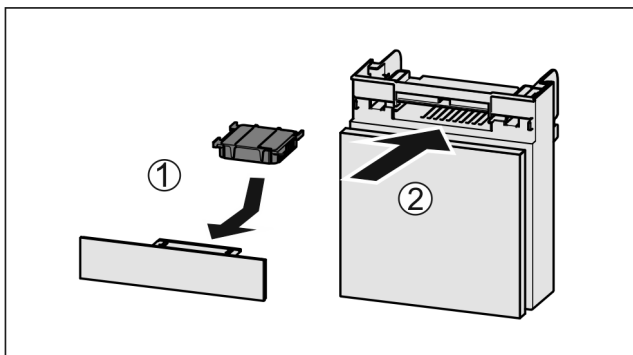

Fig. 171
- ▶ Filtr s aktivním uhlím vložte podle vyobrazení Fig. 171 (1).
- ▶ Zásuvku zasuňte Fig. 171 (2).